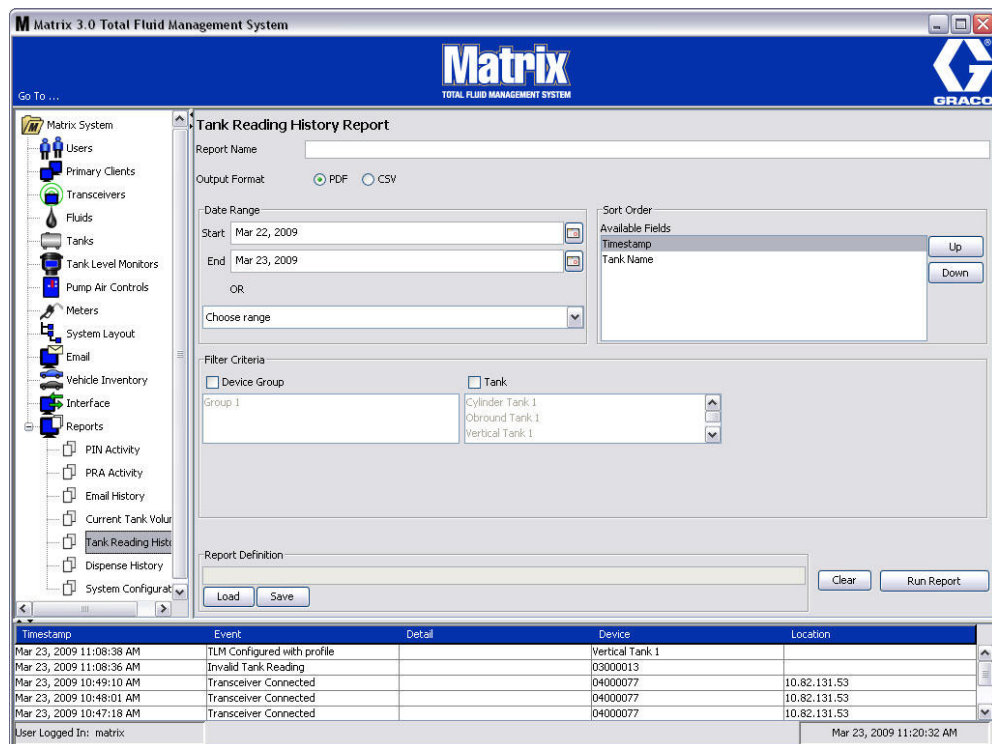

FIG. 175
- **Historique de lecture du réservoir (FIG. 175)**